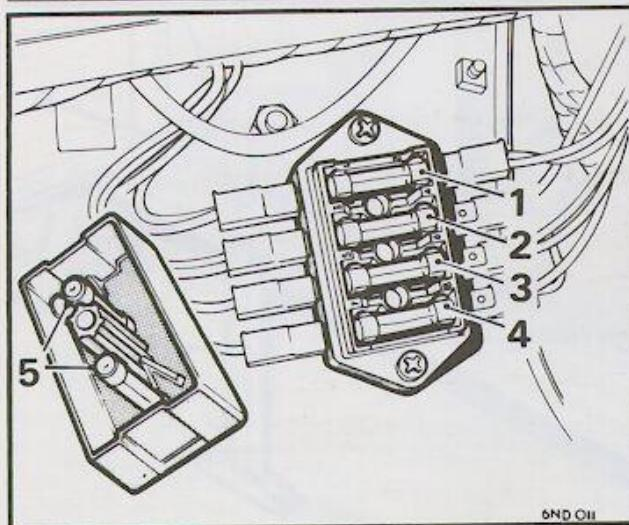

Fig. 1
- La scatola portafusibili (Fig. 1) è sita accanto al centro del vano motore. Per accedere ai fusibili, togliere il coperchietto. Il coperchietto della scatola portafusibili conserva alcuni fusibili di scorta (1). Assicurarsi di avere con sé un fusibile di scorta per ogni circuito. Staccare il fusibile e infilarne uno nuovo di valore corretto.